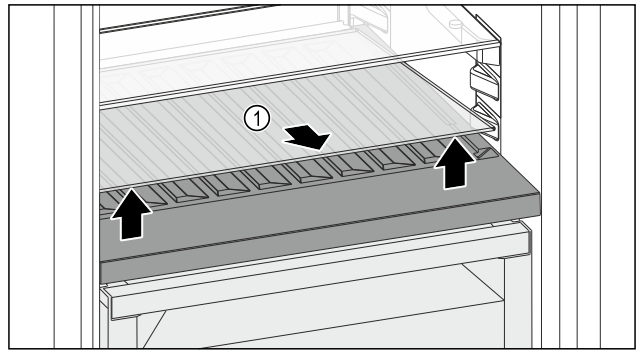

Fig. 98
- Soulever la plaque de verre Fig. 98 (1) au niveau de l'évidement avant et la retirer.
- Entreposer la plaque de verre Fig. 98 (1) dans un endroit sûr hors de l'appareil.